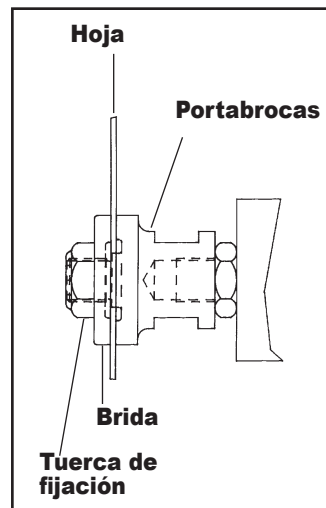

FIG. 2
- a. Portabrocas estándar - Instale la hoja en el reborde del portabrocas de  $\frac{5}{8}$  de diámetro (Fig. 2). Instale la brida con el lado rebajado hacia la hoja y el tornillo